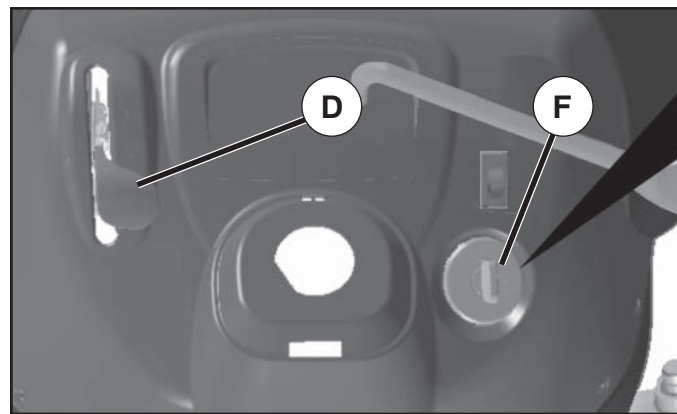

Fig. 7
- Placez la commande des gaz en position (D) intermédiaire (entre rapide et lent).
- Tournez la clé de contact à la position coupée (F) STOP et enlevez-la. Enlevez toujours la clé de contact quand vous quittez le tracteur pour empêcher l'emploi non autorisée.
### POUR UTILISER LA COMMANDE DES GAZ (D) (Voir la Fig. 7)